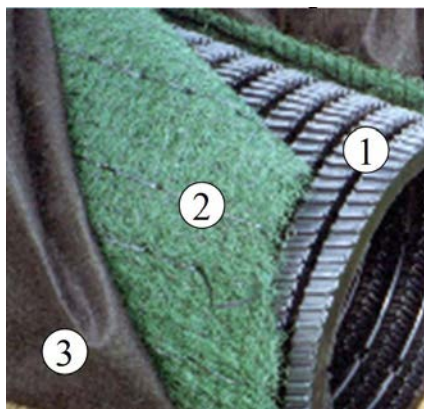

Figure 6
4. Une membrane de polyéthylène de 25,4 cm de largeur, le Bio- Accelerator (non illustré sur la *figure 6*), est insérée entre les fibres non tressées et la conduite de polyéthylène. Cette bande de géotextile est utilisée afin de mieux répartir les eaux sous la conduite et ainsi accélérer la montée en charge du système de traitement.